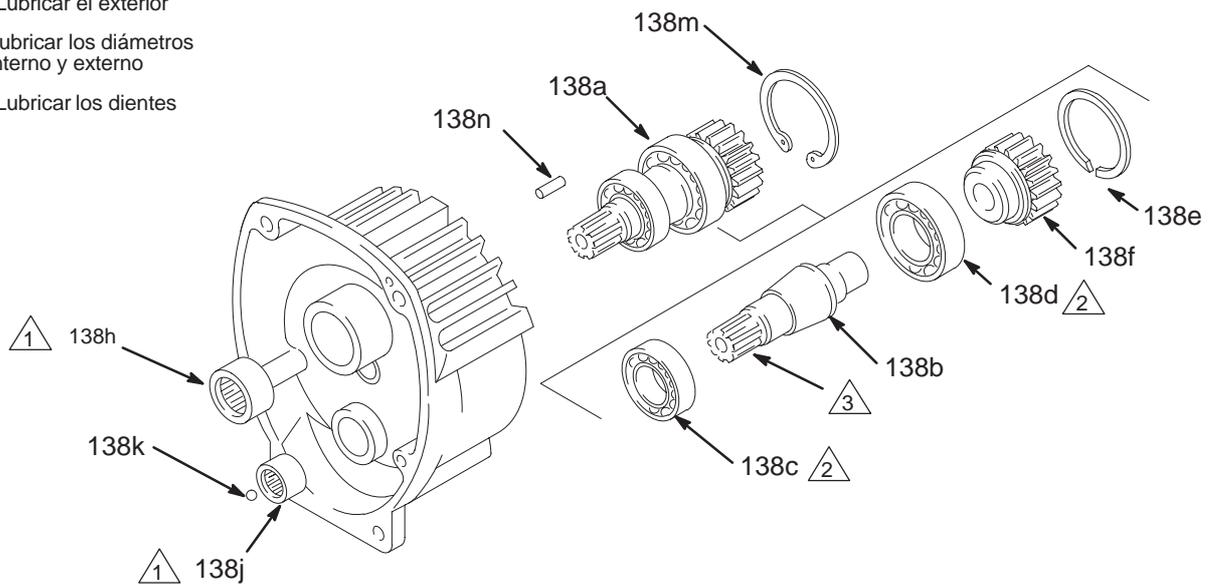

Fig. 35
NOTA: Véase la Fig. 35 excepto cuando se indique lo contrario.
5. Aplicar lubricante a las piezas tal como se muestra en la Fig. 35.